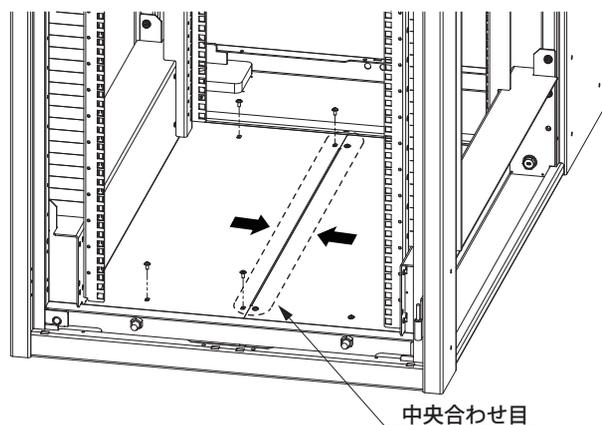

図 4
3. 取り付けの際は、中央部のブラインドベース左右の合わせ目に隙間がないように取り付けてください。(図 4)